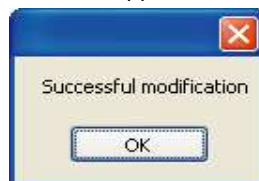

Рис. 4-21
- b. Заменить проводной пульт управления: выберите уже добавленный в список проводной пульт управления (он должен находиться в столбце KJR Address), введите новое имя проводного пульта управления и нажмите на кнопку “Save” («Сохранить»), при этом должно открыться окно с подтверждением об успешной замене проводного пульта управления (см. Рис. 4-21). В поле KJR Name («Имя KJR») имя проводного пульта управления должно вводиться без пробелов.